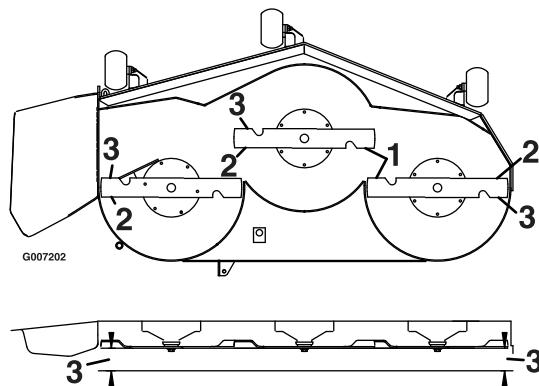

Figura 62
- Mida entre los bordes de corte exteriores y la superficie plana (Figura 62).